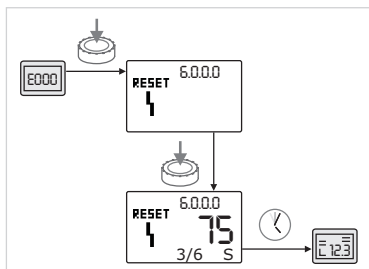

Fig. 49: Fouttype B bevestigen (X < Y)
- Indien het actuele optreden van de fout kleiner is dan het maximale optreden (Fig. 49):